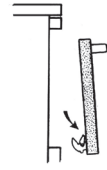

Bild 32
- Backrohtür nach unten wegnehmen (Bild 32).